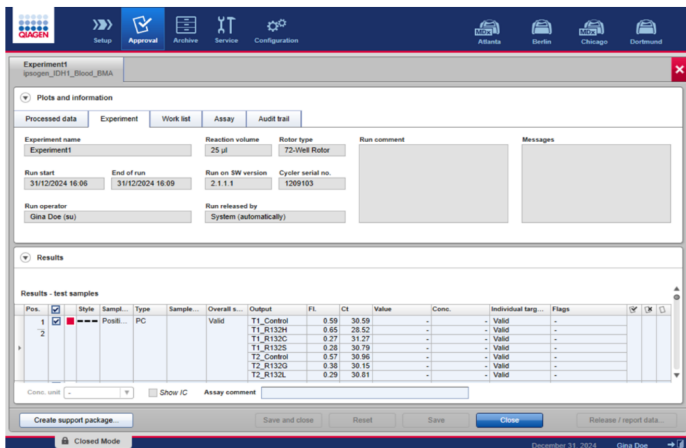
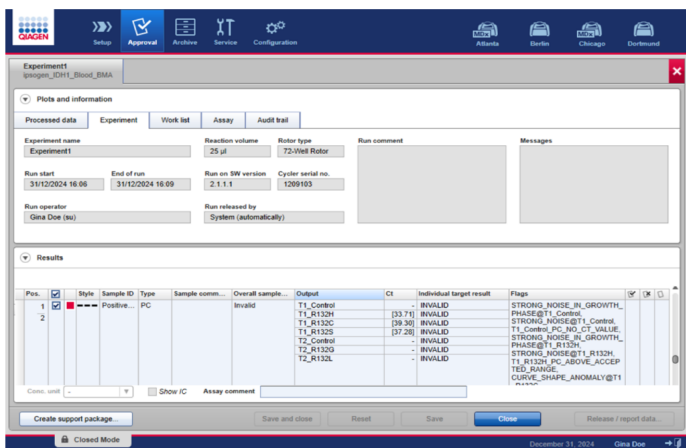

Figure 16. Fenêtre « Assay Results » valide.
Figure 17. Fenêtre « Assay Results » non valide.
16. Les données traitées, les informations sur l'expérience, l'analyse et les informations sur la piste d'audit se trouvent dans la fenêtre « Plots and information » (Tracés et informations). Les résultats d'analyse se trouvent dans la fenêtre « Assay Results » (Résultats d'analyse). Si les résultats du contrôle positif et du témoin négatif (NTC) se situent dans une plage acceptable, la colonne « Overall sample result » (Résultat global de l'échantillon) indiquera « valid » (valide) (Figure 16) ; sinon, un résultat « INVALID » (INVALIDE) s'affichera (Figure 17).